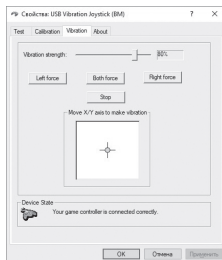

Рис. 11
• Во вкладке «Vibration Test» можно проверить работу обоих вибромоторов вместе, нажимая кнопку «Both force»; или по отдельности, нажимая кнопки «Left force» и «Right force». А также вращая левый джойстик в аналоговом режиме работы или нажимая на 8-ми позиционный джойстик в цифровом режиме работы (рис. 11). Для остановки теста нужно нажать кнопку «Stop». Передвигая курсор в строке «Vibration strength» мы можем увеличить или уменьшить силу виброотдачи. Для сохранения настроек необходимо нажать «Применить» или «ОК» в нижней строке этого окна.